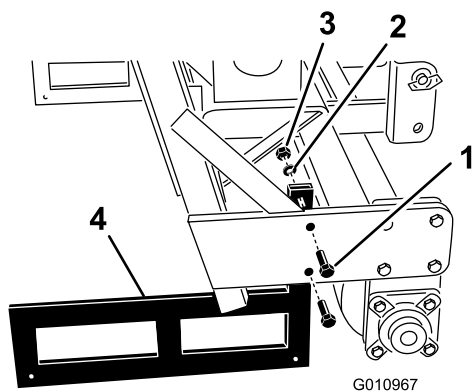

Figura 34
2. Rimuovete i bulloni, le rondelle di bloccaggio e i dadi che fissano i supporti di rimessaggio sulle estremità dell'arieggiatore (Figura 34).